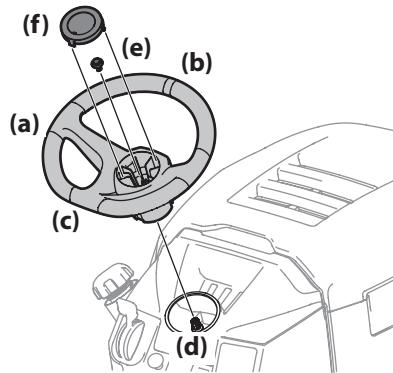

Figura 2-9
1. Con las ruedas del tractor apuntando recto hacia adelante, alinee el volante (a) usando la línea central (b) de la parte delantera del volante (a) que apunta hacia adelante y la sección plana (c) orientada hacia el asiento, coloque el volante (a) sobre el árbol de la dirección (d). Vea la Figura 2-9.